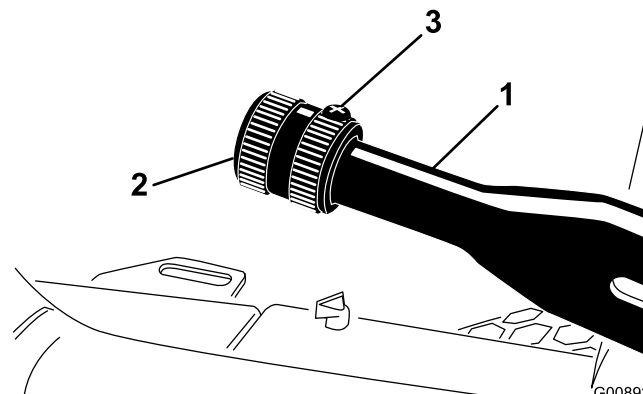

図 73
2. ブレーキレバーに調整ノブを固定している固定ねじをゆるめる **図 73**。